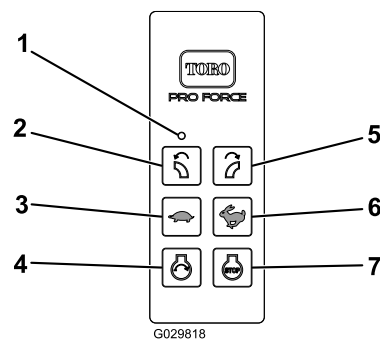

Figura 9
La luce LED indica la comunicazione tra il telecomando e il modulo di controllo wireless (Figura 9).
Premete il pulsante di ARRESTO DEL MOTORE per spegnere il motore (Figura 9).
Dopo avere predisposto la macchina per un avviamento con il telecomando, premete il pulsante di AVVIAMENTO DEL MOTORE per avviare il motore (Figura 9). Fate riferimento a Funzionamento del motore \(pagina 18\) per la sequenza di avviamento.
Premete il pulsante di ROTAZIONE DELL'UGELLO DI SINISTRA o il pulsante di ROTAZIONE DELL'UGELLO DI DESTRA per ruotare l'ugello del soffiatore nella direzione desiderata (Figura 9).
- Premete il pulsante di AUMENTO DELLA VELOCITÀ DEL MOTORE (icona del coniglio) per aumentare la velocità del motore (Figura 9).